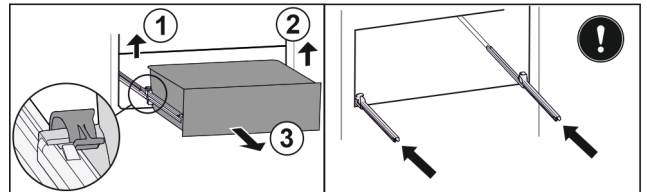

Fig. 129
- Linke Klemme anheben und gleichzeitig Schubfach links nach vorne ziehen. Fig. 129 (1)
- Rechte Klemme anheben und gleichzeitig Schubfach rechts nach vorne ziehen. Fig. 129 (2)
- Schubfach nach vorne entnehmen. Fig. 129 (3)